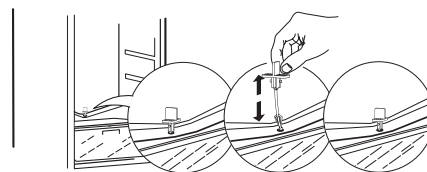

Рис. 1
- Чтобы обеспечить надлежащий слив воды при размораживании, используйте сливной фильтр из комплекта принадлежностей для очистки сливного отверстия. Сливное отверстие расположено на задней стенке холодильной камеры (см. рис. 1). Сливной фильтр всегда должен быть вставлен в сливное отверстие, чтобы предотвратить засорение.